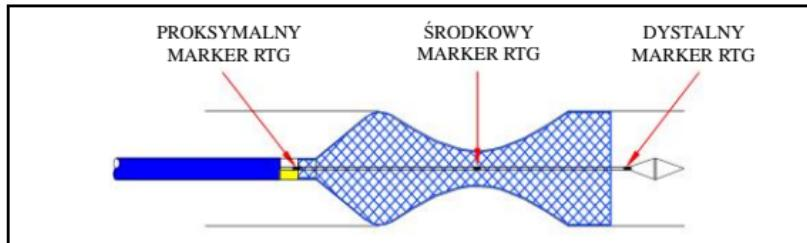

Rysunek 4.
- d) Gdy środkowy marker RTG osiągnie środek docelowego zwężenia, należy kontynuować ciągnięcie w tył złącza do momentu pełnego rozłożenia stentu. (Patrz rysunek 4, 5)
- d) Gdy środkowy marker RTG osiągnie środek docelowego zwężenia, należy kontynuować przesuwanie w przód w kierunku złącza do momentu pełnego rozłożenia stentu. (Patrz rysunek 4, 6)